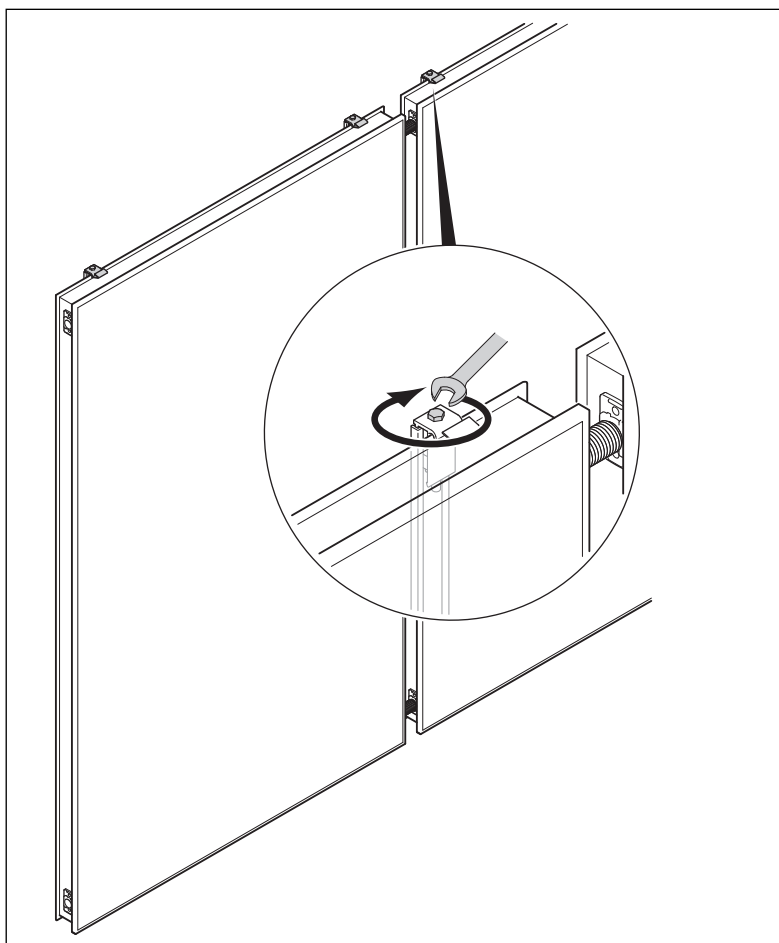

Fig. 5.11 Serraggio delle graffe di sicurezza (nell'immagine: VFK 135/2 VD)
- ▶ Montare le guide a parete del secondo collettore piano con una distanza di 35 mm dal bordo inferiore del collettore piano superiore (→ fig. 5.11).